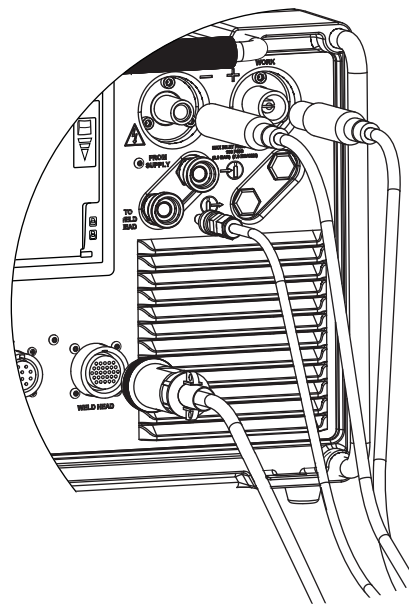

図 8— パワー・サプライへのウェルド・ヘッド・アセンブリの接続
1. ウェルド・ヘッド 1/4 回転コネクタの溝を、M200 パワー・サプライの「WELD HEAD (ウェルド・ヘッド)」と表示されたソケットの小さなタブに合わせ (図 8)、コネクタを差し込みます。コネクタを時計回りにまわして固定します。カチッという音がすれば、接続部が固定されています。この接続により、ウェルド・ヘッドを動かすのに必要な制御信号が伝わります。